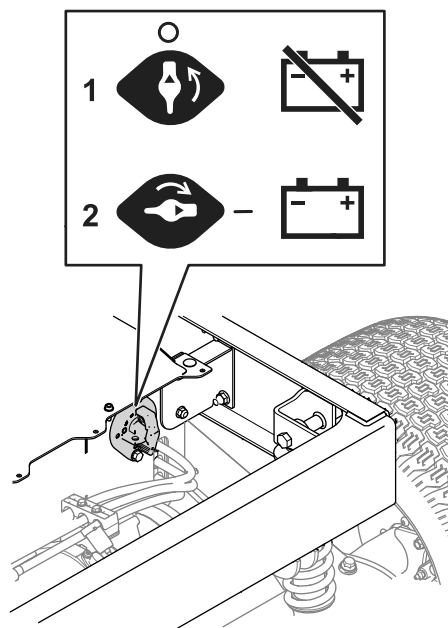

Figura 36
3. Desloque o interruptor de desconexão das baterias para a posição desejada, conforme mostrado na Figura 36.